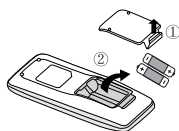

Fig. 1
1. Levante a tampa na direção da seta (conforme mostrado na Fig. 1 ①).
2. Remova as pilhas originais (conforme mostrado na Fig. 1 ②).